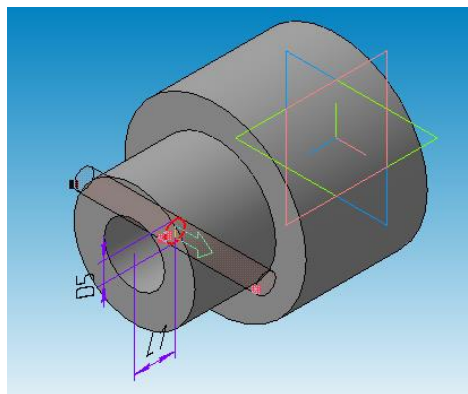

Рисунок 34.
16. По предыдущему эскизу выполните сквозное отверстие через операцию **Вырезать выдавливанием**, задав **Два направления** и **Через все** (рисунок 34).